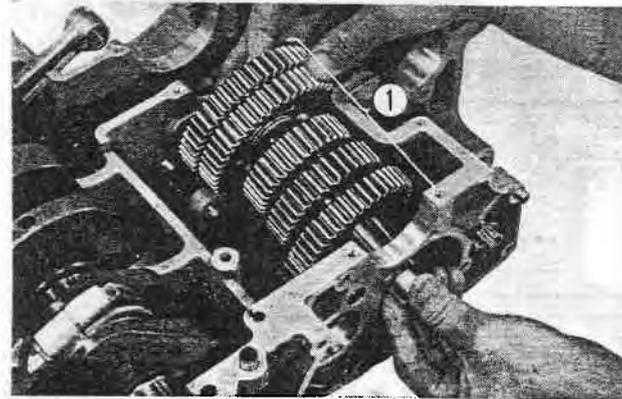

Fig. 5-7 ① Train d'engrenages de l'arbre secondaire
9. Extraire du carter inférieur le train d'engrenages de l'arbre secondaire. (Fig. 5-7)